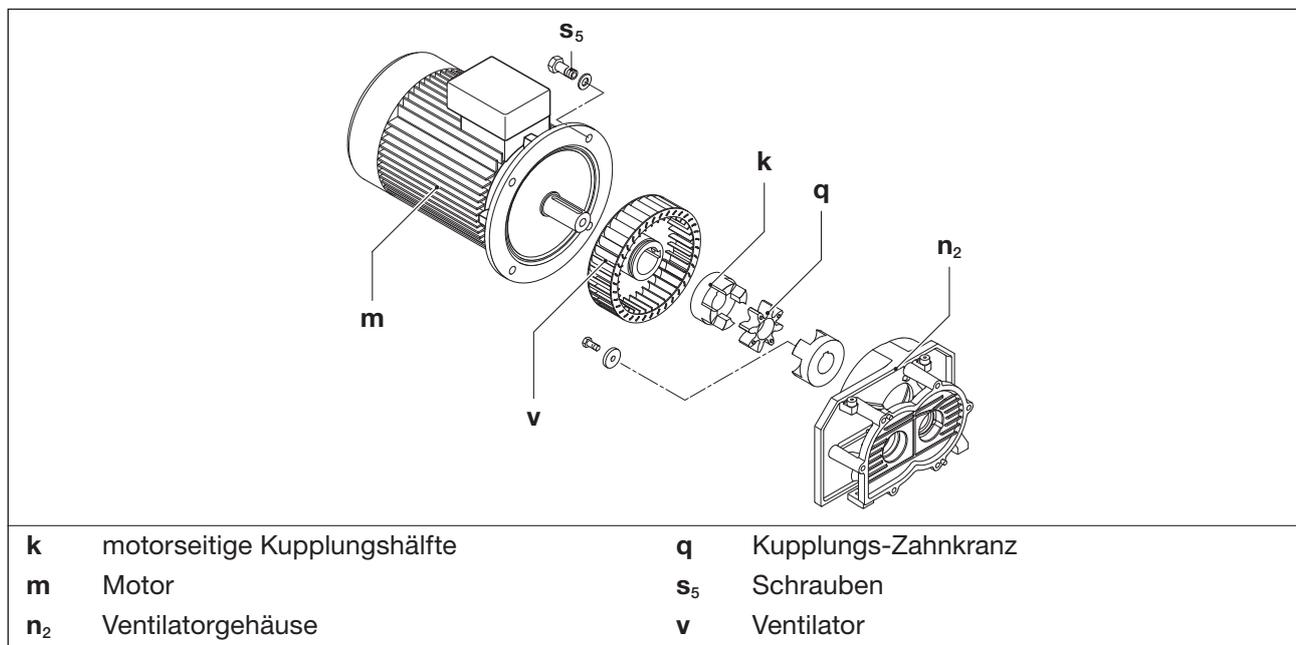

Abb. 8 Kupplung
Der Kupplungs-Zahnkranz (Abb. 8/q) unterliegt einem Verschleiß und muss regelmäßig (mindestens 1 x pro Jahr) überprüft werden. Der Ventilator (Abb. 8/v) sollte ebenfalls von Zeit zu Zeit auf Beschädigungen überprüft werden.
- b) Mittels Hebezeug den Motor (Abb. 8/m) an der Transportlasche aufhängen.
- c) Schrauben (Abb. 8/s₅) am Motorflansch lösen und Motor mit motorseitiger Kupplungshälfte (Abb. 8/k) vom Ventilatorgehäuse (Abb. 8/n₂) axial abziehen.
- d) Zahnkranz (Abb. 8/q) überprüfen. Ist der Zahnkranz beschädigt oder verschlissen, diesen austauschen.
- e) Der Ventilator (Abb. 8/v) überprüfen und gegebenenfalls austauschen.
- f) Zahnkranz und Motor mit motorseitiger Kupplungshälfte wieder axial aufschieben und mit den Schrauben (Abb. 8/s₅) am Motorflansch befestigen.